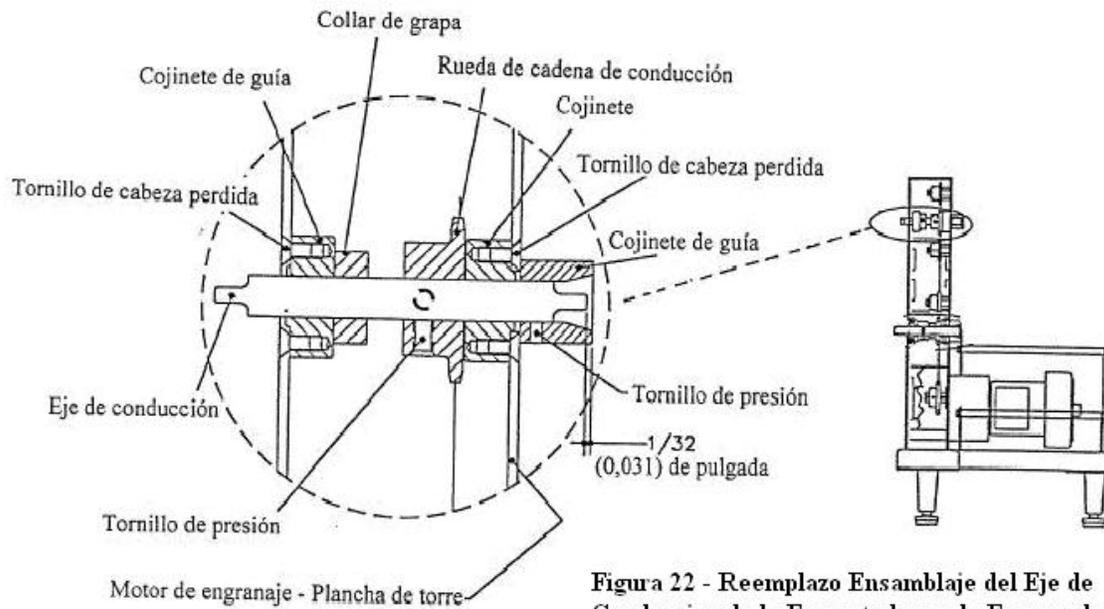

Figura 22 - Reemplazo Ensamblaje del Eje de Conducción de la Empastadora y la Empanadora
9.1.6.1 Servicio del Eje de Conducción de la Empastadora (Estudie la Figura 22) (Continuación)